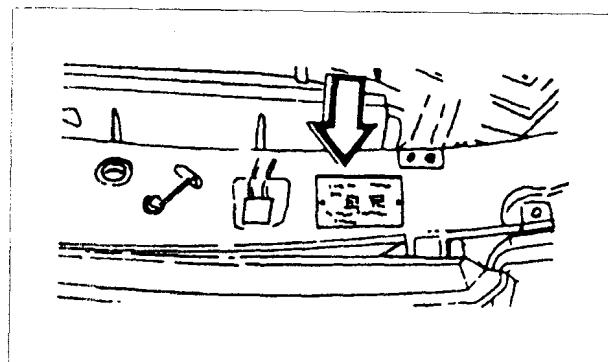

图 1-1 汽车识别牌位置
- 汽车识别号标在散热器右前侧汽车识别牌上,见图 1-1、1-2。